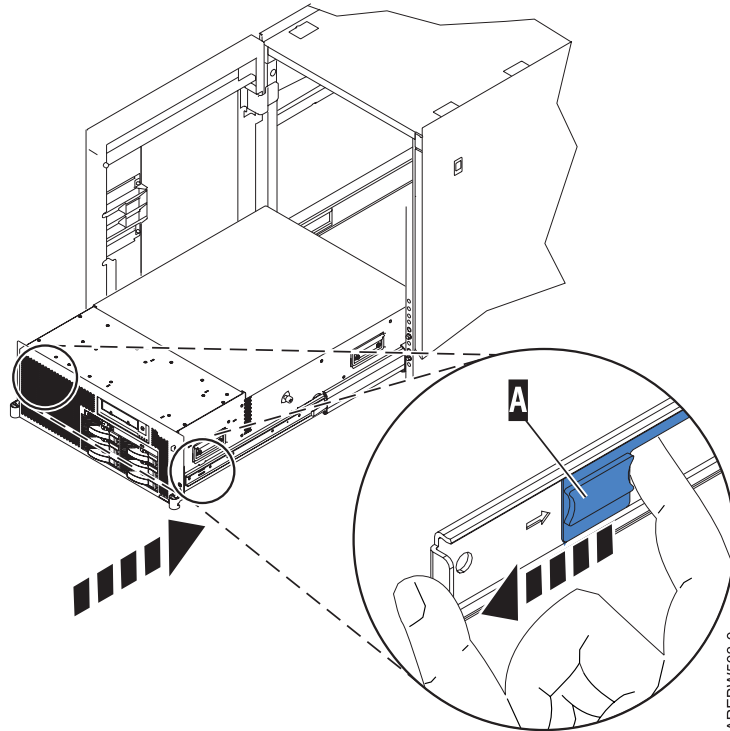

Figure 57. Guide intérieur étendu
10. Appuyez simultanément sur les taquets de sécurité et enfoncez le système dans l'armoire jusqu'à ce qu'il soit solidement en place, comme indiqué dans la figure 57, à la page 58.